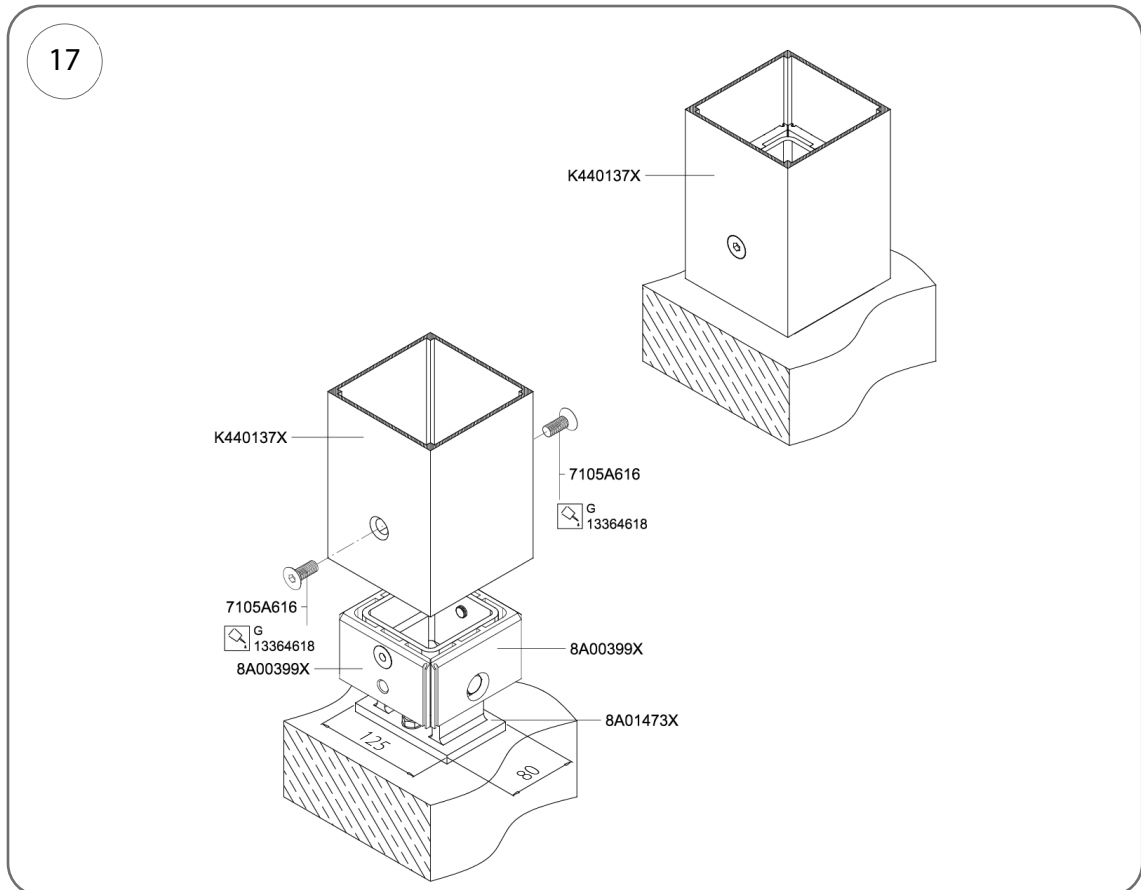
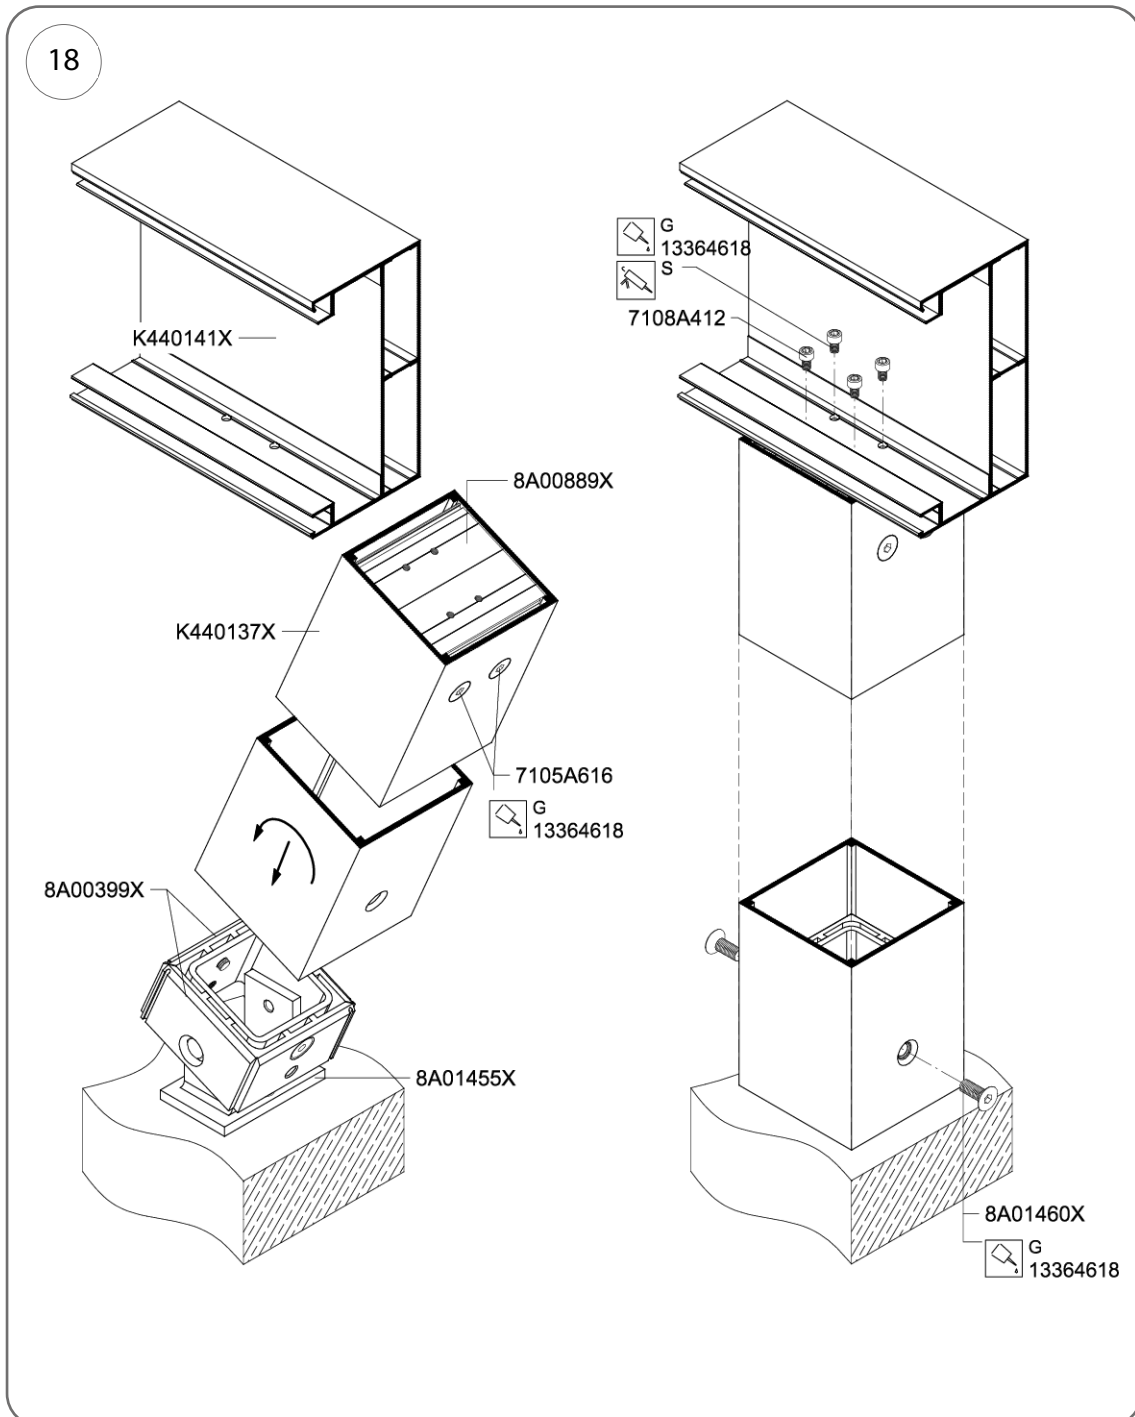

Abb. 17
Abb. 18
5. Die Verbindung des Pfostens mit der Konsole ist gemäß Abb. 17 und Abb. 18 durchzuführen.
2. Den Zwischenpfosten schrittweise aufrichten, bis die Öffnungen im Pfostenverbinder und in den Sparren oder Pfetten übereinstimmen (Abb. 18).